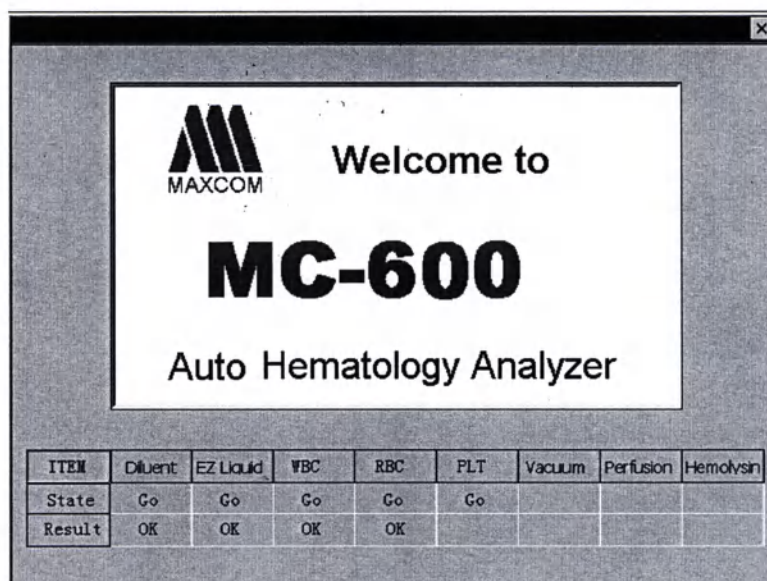

Рис. 3-1. Заставка
2. Через одну минуту или около того аппарат запустит программу инициализации в автоматическом режиме (рис. 3-1).